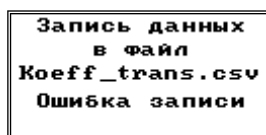

Рисунок 89
7.5.14 В случае невозможности записи будет выведено информационное сообщение об ошибке записи (рисунок 89). В этом случае следует убедиться в наличии и работоспособности SD-карты в слоте ИБ. Для возврата к отображению измеренных величин используйте кнопку .